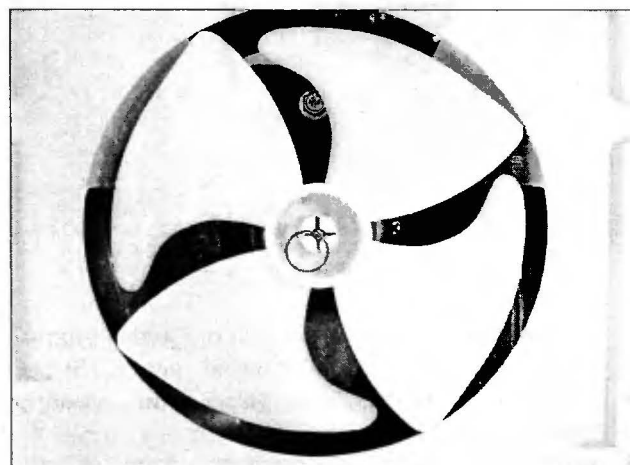

Рис. 8.8
- Одной из возможных причин шума является дисбаланс крыльчатки вентилятора (рис. 8.8).